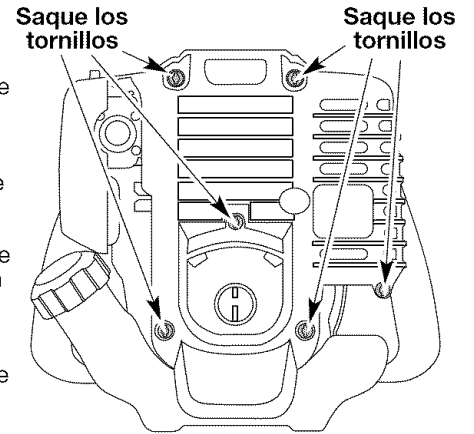

Fig. 30
1. Quite los seis (6) tornillos de encima de la tapa del motor con un destornillador de pala o Torx #25 (Fig. 30).
4. Saque la cubierta del motor (Fig. 30).
1. Apague el motor y espere que se enfríe. Tome el alambre de la bujía con firmeza y sáquelo de la bujía de encendido (Fig. 30).